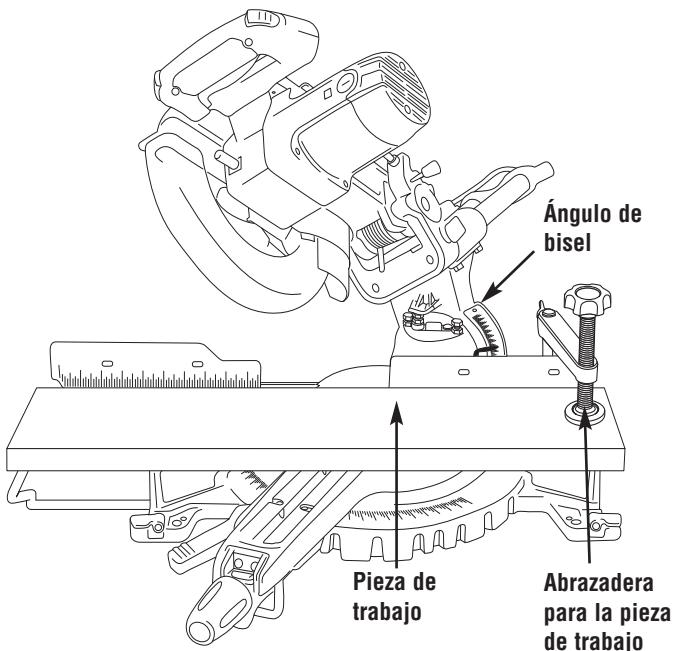

Figura 30. Corte compuesto
1. Extienda el tope-guía deslizante y los soportes de la pieza de trabajo cuando realice cortes compuestos que estén ingleteados hacia la izquierda. (vea la sección Extensión de la base/tope-guía deslizante en las páginas 58-59). Seleccione los ángulos de inglete y de bisel deseados (Figura 30). (Vea Corte de inglete y Corte en bisel en la página 61.)